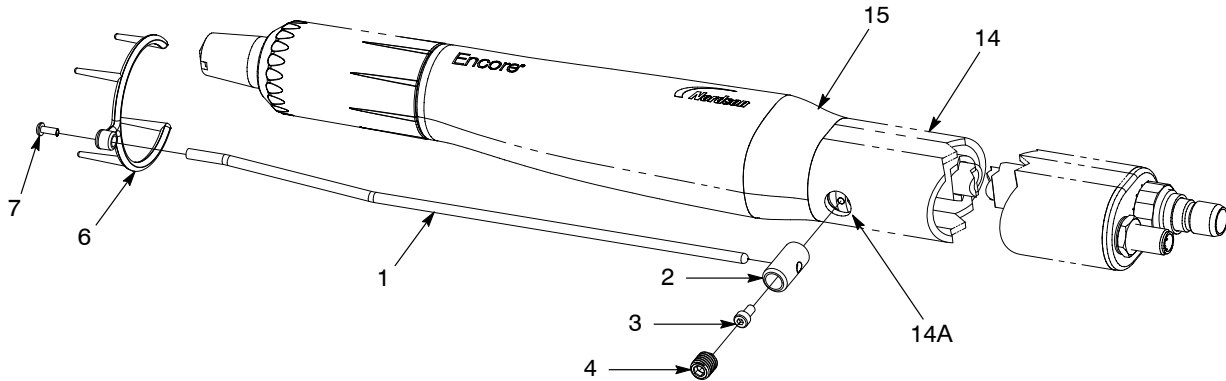

Рис. 3 Монтаж приемника ионов – распылитель с монтажной трубкой
9. См. рис. 3. При наличии пробки вынуть ее из монтажного отверстия (14А).
10. Вставить столбик (2) в монтажное отверстие (14А) и закрепить его на пластине заземления в узле заднего корпуса (15) при помощи винта со шлицем под торцовый ключ (3).
11. Вставить стержень приемника (1) в столбик и зафиксировать при помощи стопорного винта с нейлоновым наконечником M10 x 10 (4).
12. Закрепить многоточечный наконечник (6) на стержне приемника (1) винтом M3 x 8 (7).